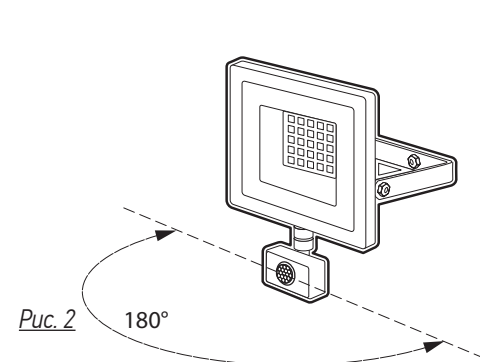

Рис. 2
- 2.4 Угол охвата датчика составляет 120° (рис.2), а дальность действия – 10 метров.